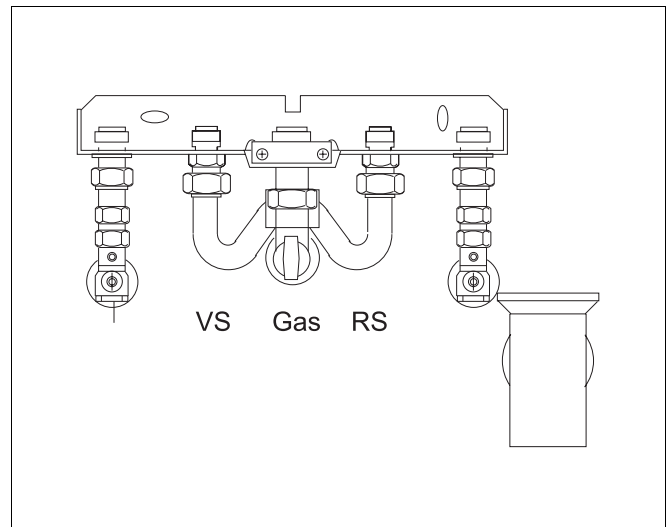

Abb. 13 Montage der Kurzschlußleitung
- Kurzschlußleitung über den Gasanschluß legen und mit Dichtungen zwischen Speichervorlauf (VS) und Speicherrücklauf (RS) verschrauben (Abb. 13).